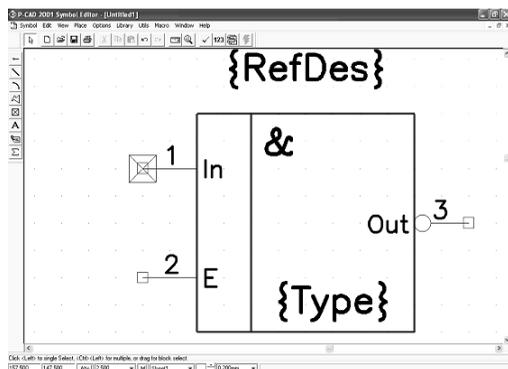

Рисунок 3.7
- Ввести точку привязки элемента в центре УГО. Для этого выполнить команду **Place Ref Point** (Установка точки привязки). Переместить курсор к первому выводу УГО и щелкнуть ЛК (рисунок 3.7).